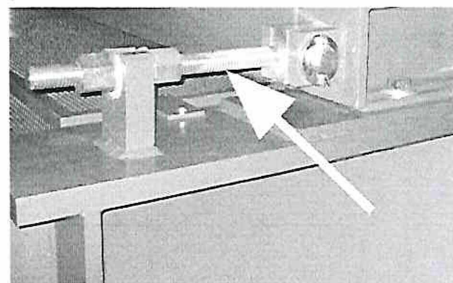

Рис. 4: Натяжные шпиндели
5. По обеим сторонам каретки отвинтите контргайки натяжных шпинделей (Рис. 4).